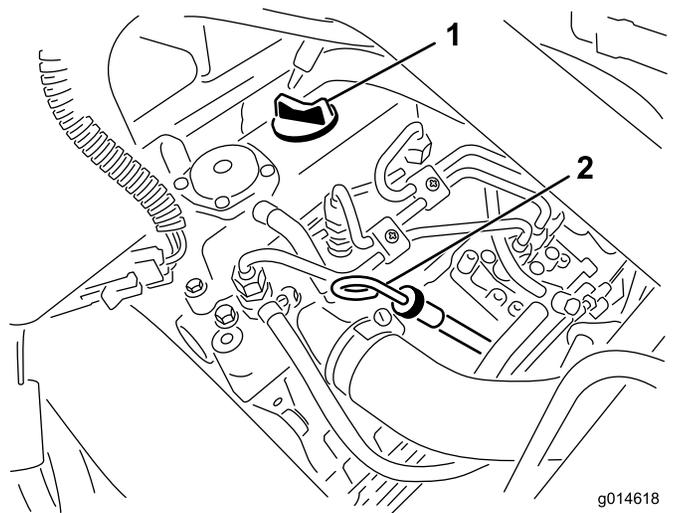

図 23
2. ディップスティックを抜きウェスで一度きれいに拭く(図 23)。